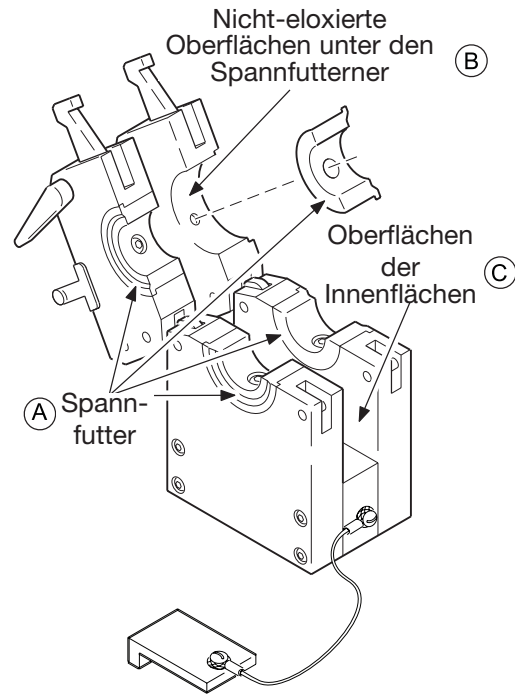

Abbildung 21 Reinigen der Spannfutter und der Spannfutter-Montageflächen
6. Hebelnocke und Riegel auf leichtgängigen Betrieb überprüfen. Siehe Abbildung 21.